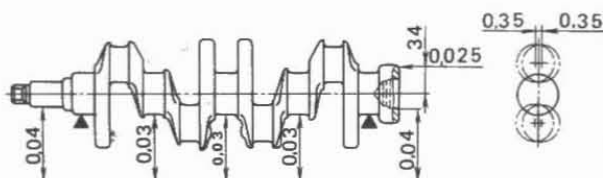

Fig. 2-36. Batimientos admisibles de las superficies principales del cigüeñal
Comprobación. Coloque el cigüeñal sobre dos prismas (fig. 2-36) y compruébe con el comparador;
- la falta de perpendicularidad respecto al eje del cigüeñal de la superficie frontal de la brida. Al hacer girar el cigüeñal, el comparador, instalado de costado, a la distancia de 34 mm (fig. 2-36) del eje del árbol, no debe mostrar más de 0,025 mm.